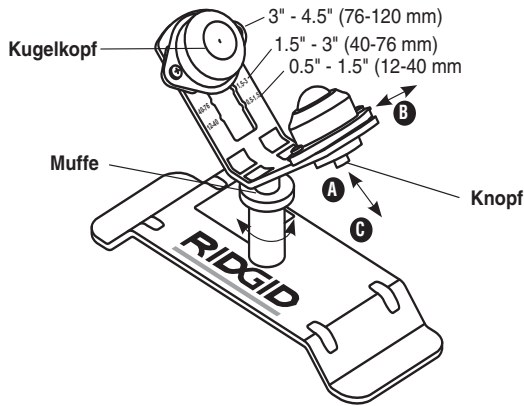

Abbildung 1 – Rohrstütze PC116TS
- b. Kugelkopf in die Position für den jeweiligen Rohrdurchmesser bewegen (siehe Abbildung 1).